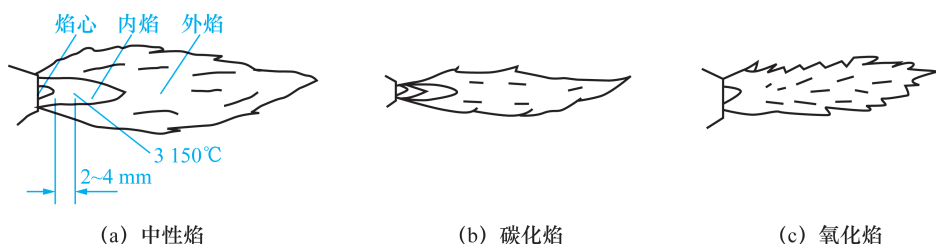
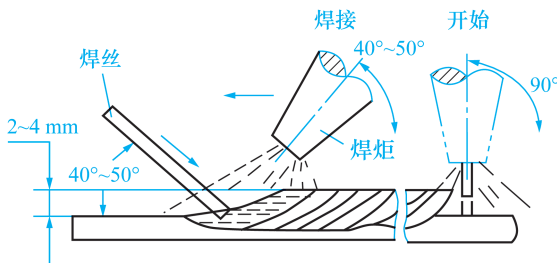

图 1-31 3 种不同的气焊火焰
图 1-32 焊接示意图
(4)气焊火焰:气焊操作时,调节焊炬的氧气阀门和乙炔阀门,可以改变氧气和乙炔的混合比例而得到 3 种不同气焊火焰(图 1-31),即中性焰、碳化焰和氧化焰。
①中性焰:是在氧气与乙炔的比值为 1.1~1.2 时获得。焰心是亮白色,内焰是橘红色,外焰是淡蓝色,内焰温度最高,约为 3 150℃。中性焰用于焊接低碳钢、中碳钢、合金钢、紫铜和铝合金等材料,是应用最广泛的一种气焊火焰,如图 1-31(a)所示。
②碳化焰:是在氧气与乙炔的比值为 0.85~0.95 时获得。由于氧气较小,燃烧不完全,整个火焰比中性焰长,且火焰中含乙炔比例越高,火焰就越长。当乙炔过多时,还会冒出黑烟。碳化焰用于焊接铸铁、高碳钢、硬质合金和镁合金等,如图 1-31(b)所示。
③氧化焰:是在氧气与乙炔的比值为 1.3~1.7 时获得,火焰变短,仅由焰心及外焰组成。由于氧气较多,燃烧剧烈,火焰明显缩短,焰心是锥形,有较强的“嘶嘶”之声。氧化焰易使金属氧化,除焊接黄铜外,一般不用,如图 1-31(c)所示。
①点火:点火时,先把氧气阀门略微打开,以吹掉气路中的残留杂物,然后打开乙炔阀门,点燃火焰,这时的火焰是碳化焰。
②调节火焰:火焰点燃后,逐渐开大氧气阀门,将碳化焰调整成中性焰。
③焊接:在焊接时,应右手握焊炬,左手拿焊丝。为了尽快加热和熔化工件而形成焊池,焊炬倾角接近垂直工件,如图 1-32 所示。正常焊接的焊炬倾角一般保持在 40°~50°之间。在焊接结束时,则应将倾角减小一些,以便更好地填满弧坑。